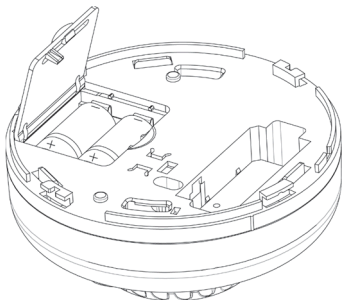

Figura 10: Troca das baterias
4. Coloque as baterias novas observando a polaridade (*ver Figura 10*) e feche a tampa do compartimento.